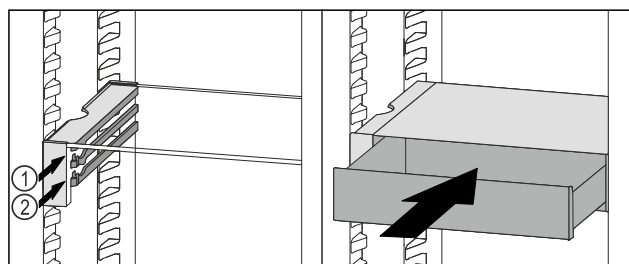

Fig. 52
- ▶ Установите выдвижной ящик VarioSafe за стопоры на требуемый выступ Fig. 52 (1) или Fig. 52 (2).